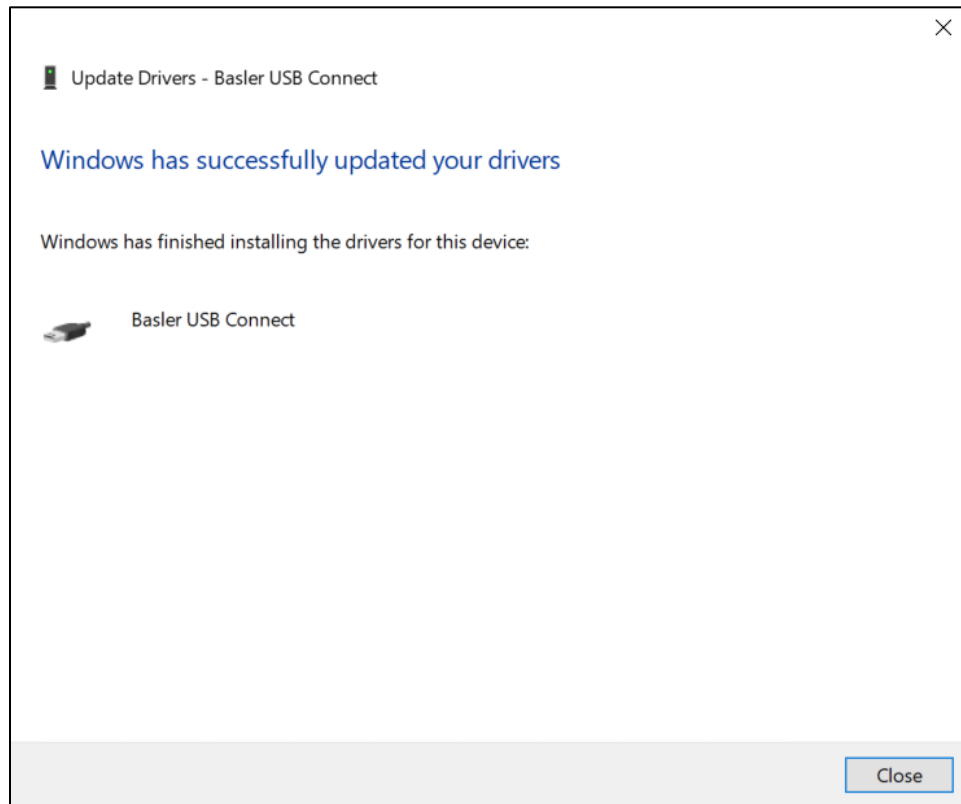

Figura 62-9. La actualización del software del controlador se realizó con éxito
Paso 8. Si la instalación del controlador se realizó con éxito, aparece la ventana en Figura 62-9.